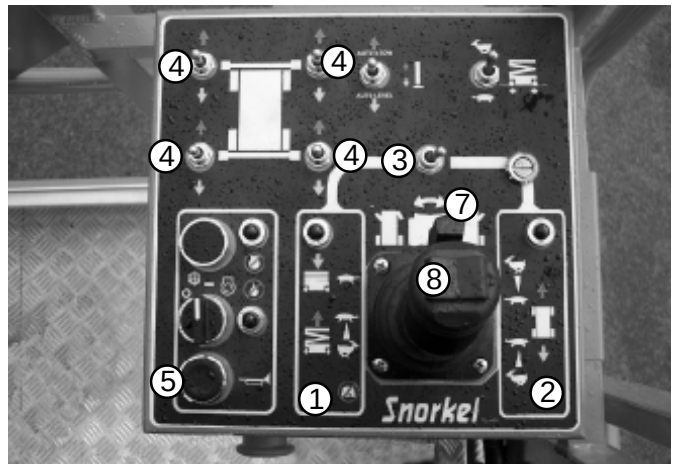

Fig. 7.27 - Plattformens manövrer
Kontrollera plattform Upp/Ned (1), körning (2), styrning (3), och stödben (4) från plattformens manövrer. Säkerställ att maskinen rör sig i avsedd riktning. (se fig. 7.27) (För korrekt manövrering, se "Manövrering").
Tryck på manöverknappen (5) (se fig. 7.27) för signalhornet och kontrollera att det fungerar.
Var speciellt uppmärksam på **Nödstoppsbrytaren** (6) och kontrollera att den stänger av motorn då den trycks in (se fig. 7.27).